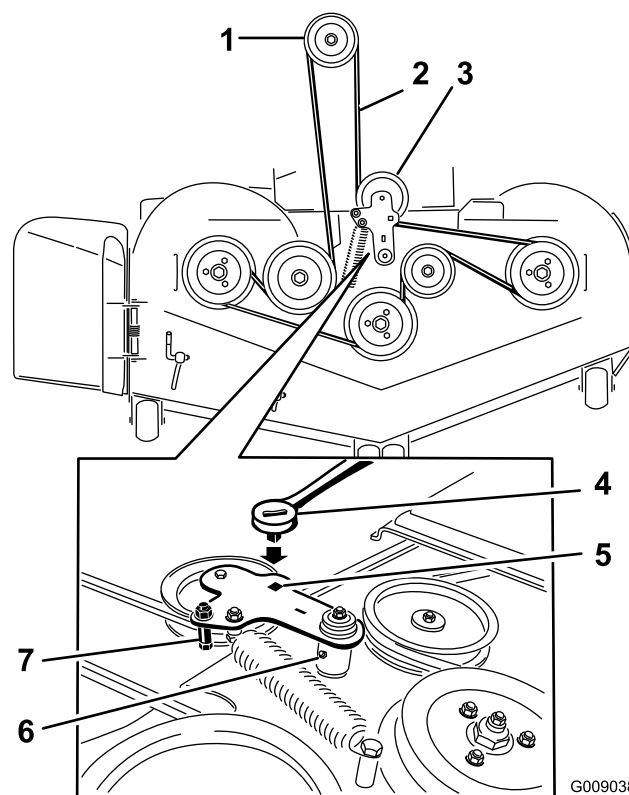

Figura 80
5. Utilice una llave de carraca en el taladro cuadrado del brazo tensor para aliviar la tensión del muelle tensor (Figura 80).
7. Instale la guía de la correa en el brazo tensor tensado con muelle indicado en Figura 80.
9. Pase la correa nueva alrededor de las poleas del cortacésped y de la polea del embrague, debajo del motor (Figura 80).
10. Instale la guía de la correa en el brazo tensor según se muestra en Figura 80.
11. Utilizando la llave de carraca en el taladro cuadrado, instale el muelle tensor (Figura 80).